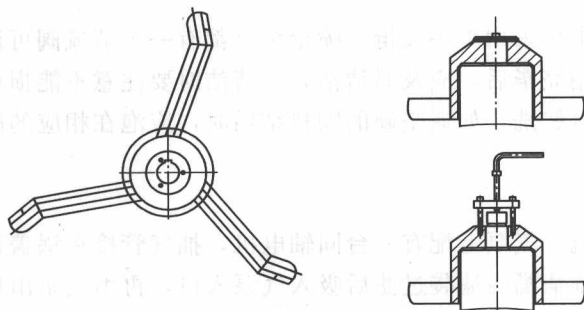

图 1-1-19 桨叶拆装方法
(3) 桨叶拆装方法 桨叶拆装方法如图 1-1-19 所示,先用扳手卸下螺杆,取下盖圈,再用专用的拉板拉出桨叶。